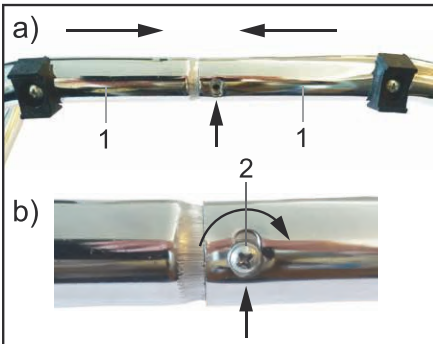

Fig. 3: Montage Trägerhälften
7. Stecken Sie die beiden Trägerhälften (1) wie in Abb. 3 a) gezeigt zusammen.
8. Schrauben Sie sie mit der Kreuzschlitzschraube mit Linsenkopf (2) fest. Siehe Abb. 3 b).